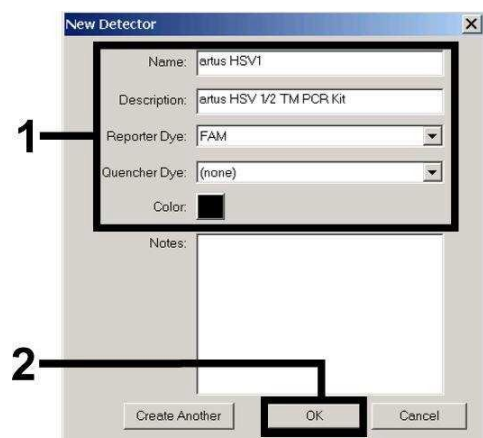
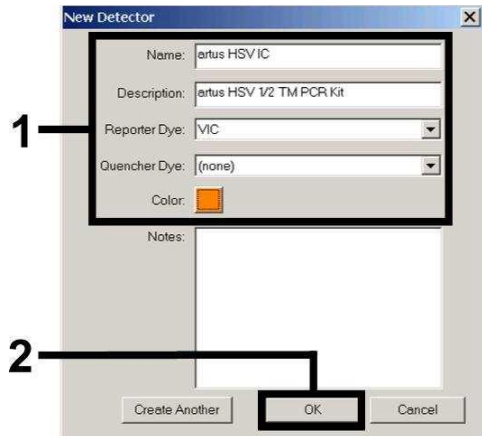
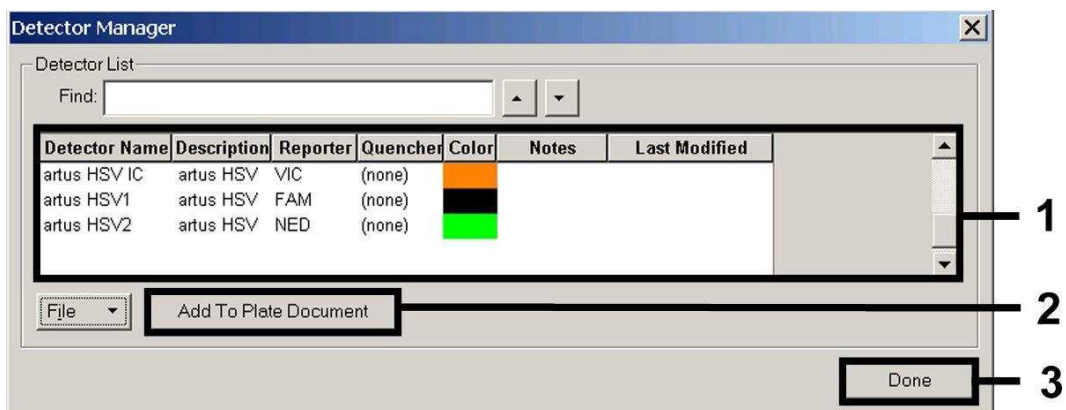

Fig. 4: Criação do detector específico do HSV-1 (*Detector Manager*).
Fig. 6: Criação do detector específico do *Controlo interno* (*Detector Manager*) para HSV-1/HSV-2.
Fig. 7: Selecção dos detectores (*Detector Manager*).
Para a detecção de ADN do HSV-1 ou do HSV-2, defina na janela que agora aparece (de acordo com Fig. 4 a Fig. 6) a combinação de Reporter/Quencher **FAM/none** ou **NED/none** e, para a detecção do *Controlo interno*, seleccione a combinação **VIC/none**. Ao confirmar as definições (OK), retornará ao *Detector Manager*. Marque os detectores que acabaram de ser criados e transfira cada selecção para *Well Inspector*, clicando na opção *Add to Plate Document* (ver Fig. 7). Feche a janela (*Done*).